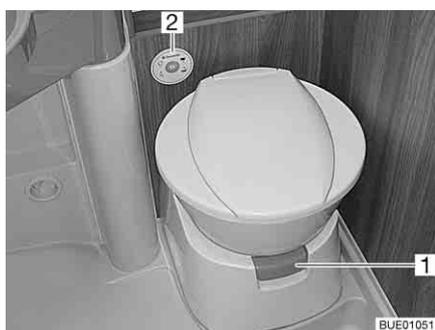
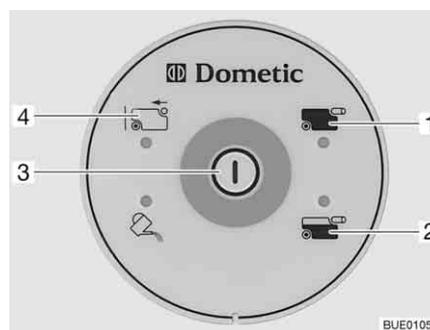

Bild 246 Toilettenschüssel mit Kontroll- und Bedieneinheit
Bild 247 Kontroll- und Bedieneinheit Toilette
Vor der Benutzung der Toilette etwas Wasser in die Toilettenschüssel laufen lassen. Dazu den Spülknopf (Bild 247,3) an der Kontroll- und Bedieneinheit (Bild 246,2) drücken.
- Vor dem Spülen den Schieber der Toilette öffnen. Dazu den Schieberhebel (Bild 246,1) herausziehen.
- Zum Spülen den Spülknopf (Bild 247,3) drücken.
Die Kontroll-Leuchte (Bild 247,2) leuchtet, wenn der Fäkalientank zu 3/4 gefüllt ist.
Die Kontroll-Leuchte (Bild 247,1) leuchtet, wenn der Fäkalientank entleert werden muss.
- Schieberhebel (Bild 246,1) hineindrücken. Der Schieber wird geschlossen. Zum Entleeren **muss** an der Toilette der Schieber geschlossen sein.
- Fäkalientank leicht kippen und dann ganz herausnehmen. An der Kontroll- und Bedieneinheit leuchtet die Anzeige "Fäkalientank entnommen" (Bild 247,4).